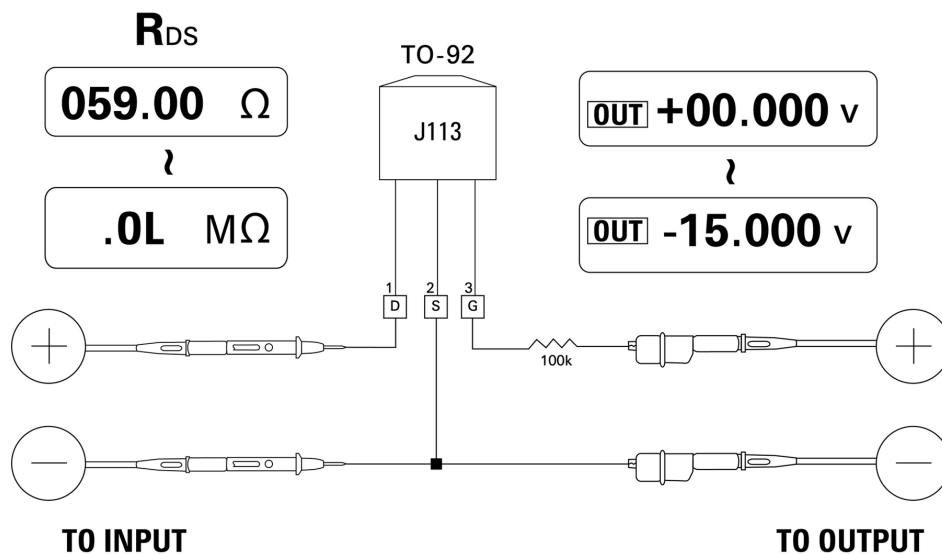

Figure 5-11 JFET à canal n
- 4 Baissez progressivement la tension de +00,000 V à -15,000 V. La valeur R_{DS} augmentera de manière exponentielle (Figure 5-11 à la page 106).